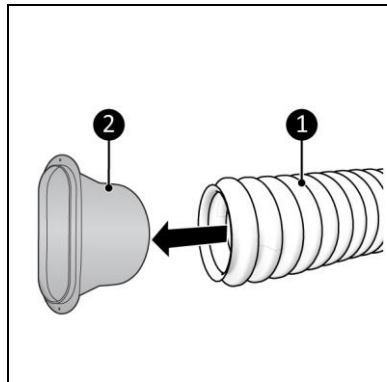

Abbildung 9
2. Verbinden Sie den Schlauchanschluss (Abbildung 9, Pos. 2) mit einem Ende des Heißluft-Auslassschlauchs (Abbildung 9, Pos. 1).